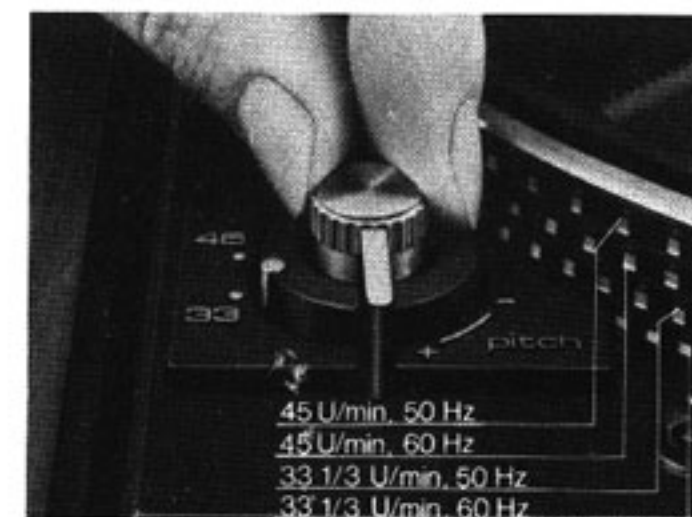

Fig. 20
Jede der beiden Normdrehzahlen 33 1/3 und 45 U/min kann mit der Tonhöhenabstimmung variiert werden. Die Einstellung erfolgt mit dem Drehknopf „pitch“ (2) (Fig. 20). Regelbereich bei 33 1/3 U/min ca. 1/2 Ton (6 %).
Chacune des 2 vitesses normalisées 33 1/3 et 45 tr/mn peut être modifiée par le réglage de la hauteur du son (2) (Fig. 20). Plage de réglage à 33 1/3 tr/mn env. 1/2 ton (6 %).
Each of the two standards speeds (33 1/3 and 45 rpm) can be varied with the pitch control. Adjustment is made with pitch control knob (2) (Fig. 20). Adjustment range at 33 1/3 rpm approx. 1 semitone (6 %).